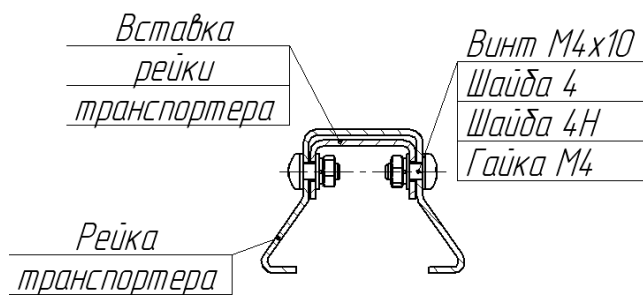

Рисунок 5 – Установка вставки рейки транспортера
5.5.5 Установить вставку рейки транспортера (рис. 5), используя: